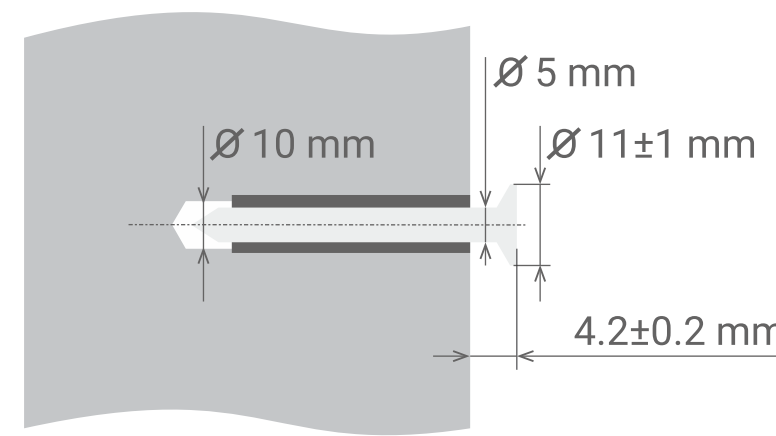

Рис. 2 (Fig. 2)
- 5 Просверлите отверстия для четырех анкерных болтов согласно разметке, как указано на рис. 2. Диаметр отверстий должен соответствовать диаметру анкера (диаметр дюбеля из комплекта – 10 мм.)
- 9 Убедитесь, что длина, на которую болты выступают из стены, соответствует указанной на рис. 2.
- 5 Drill four holes for the anchor bolts according to the markings, as shown in Fig. 2. The hole diameter must match the diameter of the anchor bolt (the sleeve included is 10 mm in diameter).
- 8 Install the two anchor bolts into the holes at marked pos. 1 (included in the device delivery set).
- 9 Make sure that the bolts extend from the wall to the length specified in Fig. 2.
- 11 Open the service panel. Remove the filters and unpack them. Install the two mounting screws into the holes at marked pos. 2. Set the filters in place. Close the service panel.